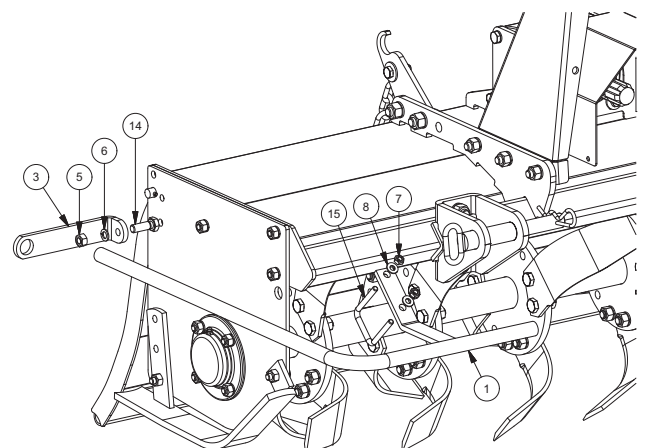

FIG. 9
1. Montare il supporto posteriore (3, Fig. 9) tramite vite (14), dado (5) e rondella (6).
2. Inserire il lato più lungo della protezione (1) nel supporto
- posteriore (3).
3. Montare i supporti anteriori tramite vite (15), dadi (7) e rondelle (8).